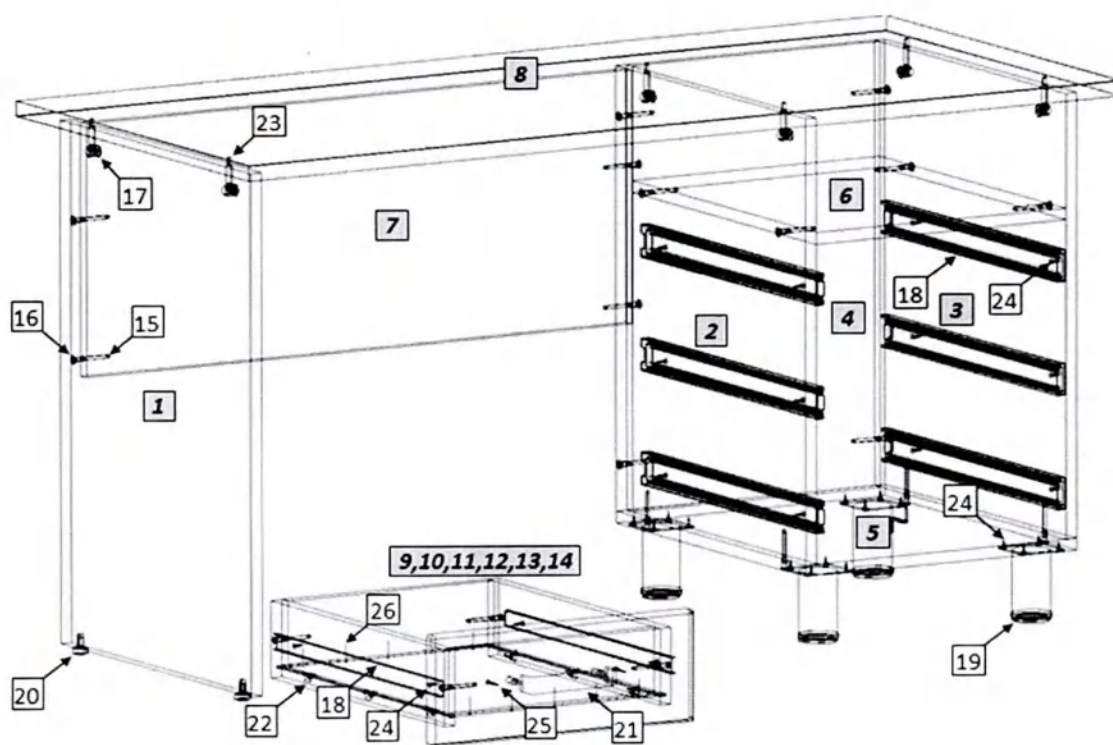

Рис. 1
1. Внимательно ознакомьтесь со схемой сборки, изображённой на рис. 1, сверяясь со спецификацией на изделие. Согласно схеме и спецификации определите расположение деталей в изделии и порядок их сборки. Сборка производится на ровном полу, укрытом материалом, предотвращающим повреждение покрытия пола и деталей мебели. Подготовьте необходимые для сборки инструменты – плоскую и крестовую отвёртки, молоток, рулетку или линейку, шуруповёрт.
2. На боковых стенках (1,2,3) установите цилиндрические части эксцентриковых стяжек (19). На боковой стенке (1) установите регулируемые подпятники. На боковых стенках (2,3) установите полкодержатели (17). На боковой стенке (3) закрепите монтажные планки петель (15). На крышке (8) установите штоки эксцентриковых стяжек (19).
3. Евровинтами (11), как показано на рис. 1, соедините боковые стенки (2,3) с вертикальной стенкой (4) и горизонтальными стенками (5,6). Шурупами 4×16 (20) закрепите опоры (14). Тумбу и боковую стенку (1) соедините с вертикальной стенкой (7) при помощи евровинтов. Установите крышку. Затяжка соединения производится путём поворота эксцентриков до упора в направлении стрелки, выштампованной на корпусе стяжки. На видимые головки евровинтов и эксцентриков установите заглушки.
4. На двери (10) шурупами 4×16 (20) закрепите петли (15). Закрепите дверь к боковой стенке тумбы, установите ручку (18). Отрегулируйте положение двери винтами петель. Установите полку (9) на полкодержатели (17).